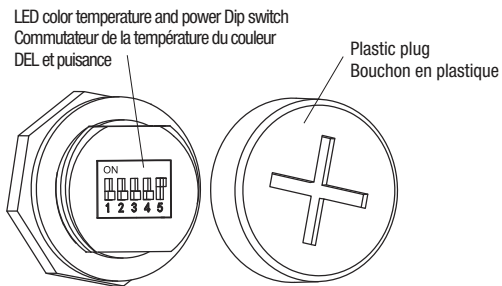

Fig. 3
1. Unscrew the plastic plug of luminaire and select the appropriate LED color temperature and power by using the switches inside the housing as shown in Fig. 3.
1. Dévisser le bouchon en plastique du luminaire et sélectionner la température de couleur appropriée de la DEL et la puissance à l'aide des commutateurs situés à l'intérieur du boîtier, comme indiqué sur la Fig. 3.